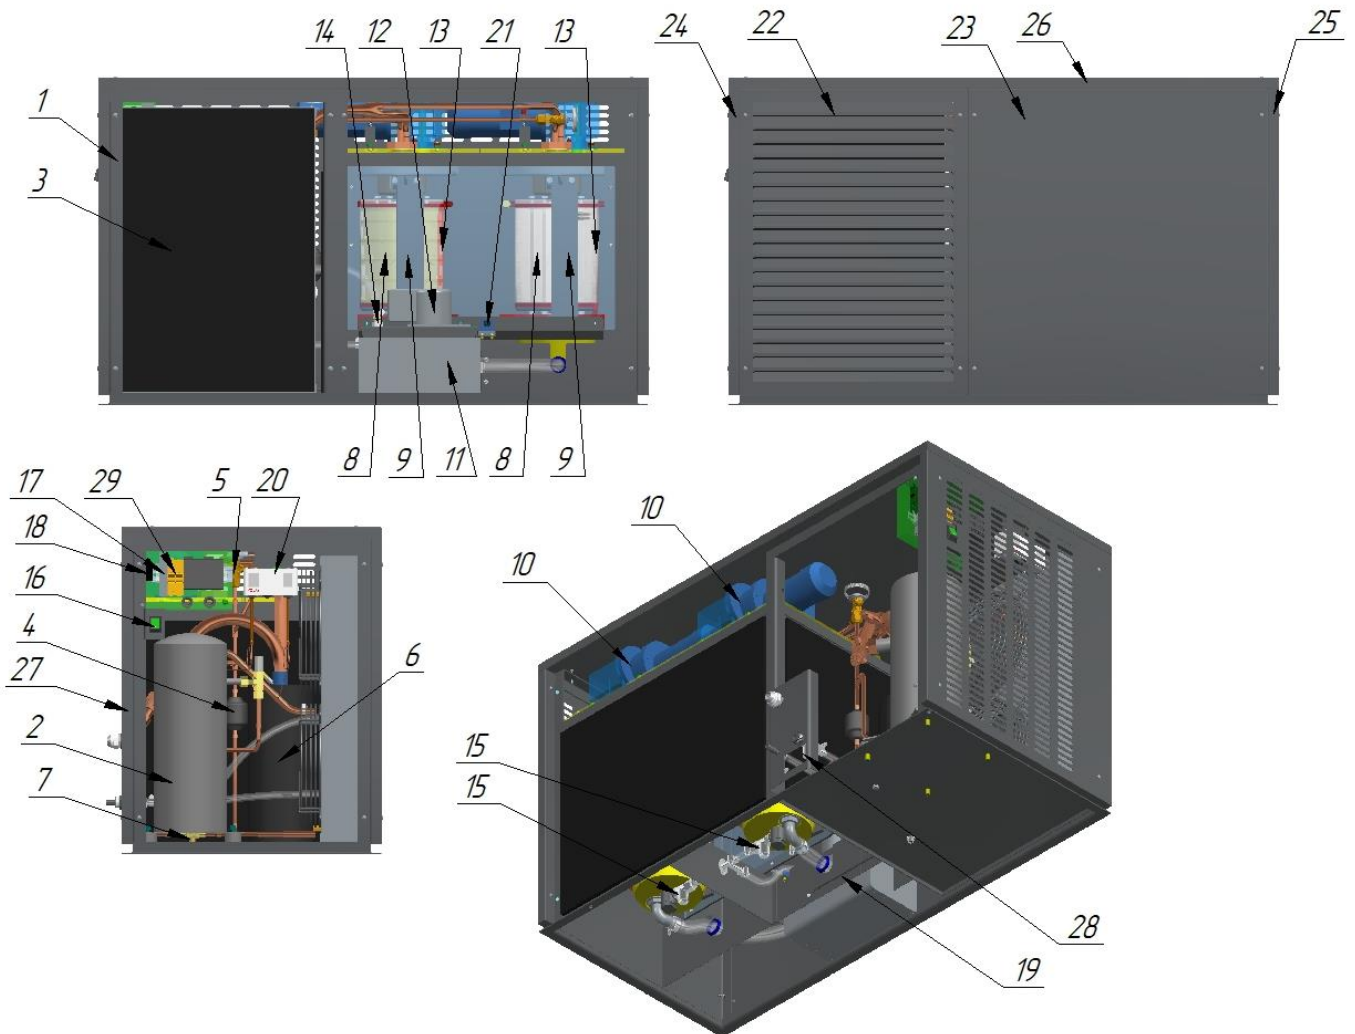

Рис. 2 Устройство льдогенератора ЛГ-1200Ч-02
2.1.2 Устройство льдогенератора чешуйчатого льда ЛГ-1200Ч-02 приведено на рис. 2.